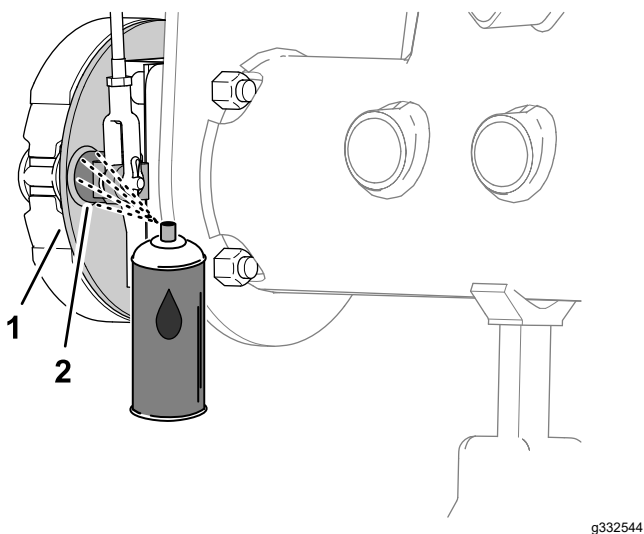

图 68
1. 在制动支撑板不带选配轮辋挡草罩的机器或车轮护罩带选配轮辋挡草罩的机器的内侧在制动凸轮轴和支撑板之间喷涂渗透润滑油图 68或 图 69。